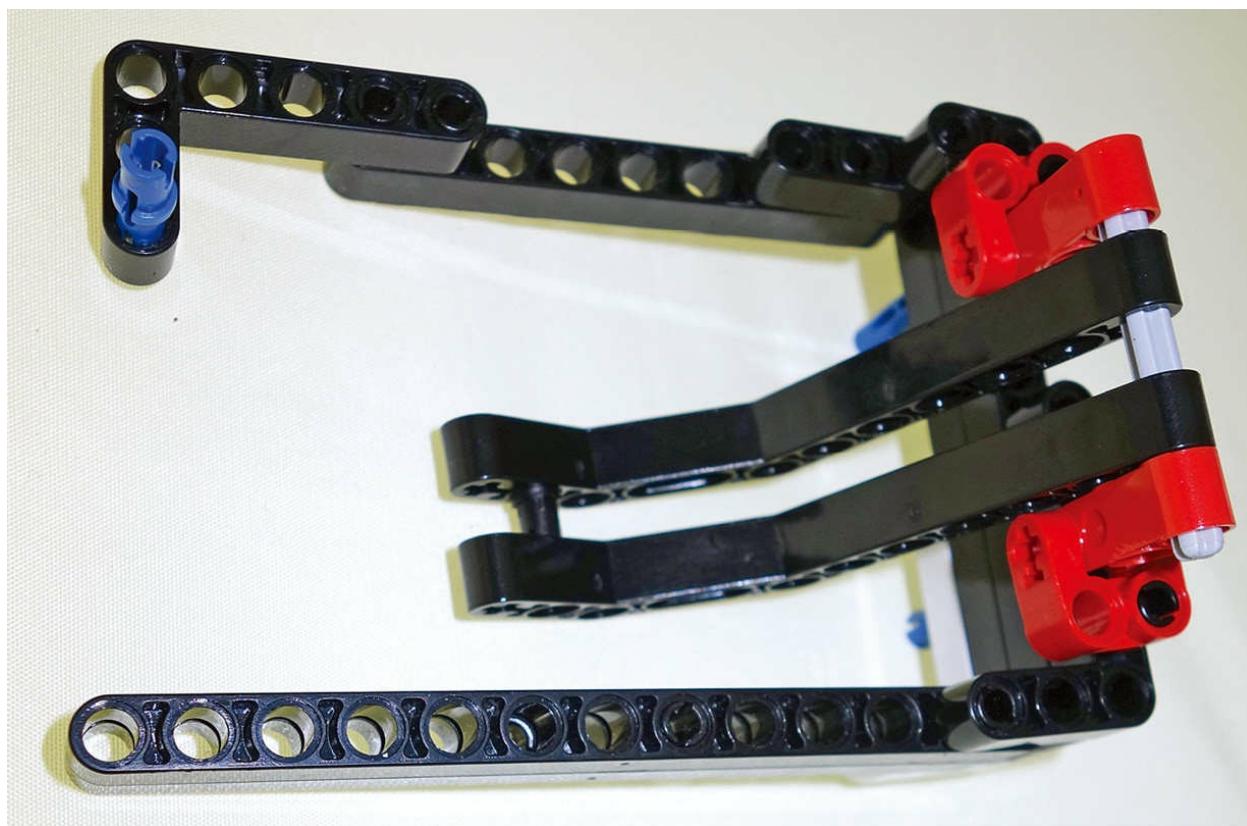

图10.25 完成后的纸牌置放装置
4. 用一个额外的直角横梁来完成纸牌置放装置的搭建，如图10.25所示。